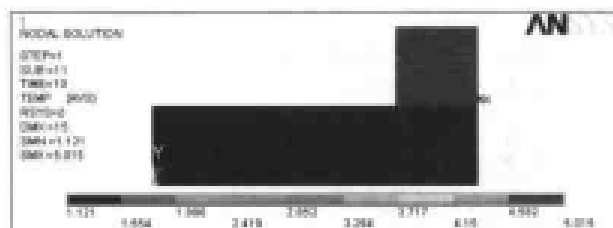

图 13-183 10 秒后的温度场等值
(1) 选择 Main Menu | General Postproc | Plot Results | Contour Plot | Nodal Solu 命令, 出现 Contour Nodal Solution Data 对话框, 在 Item to be contoured 列表框中选择 DOF solution Temperature TEMP 选项, 其余选项采用默认设置, 单击 OK 按钮, ANSYS 窗口将显示如图 13-183 所示的 10 秒后的温度场等值线图。